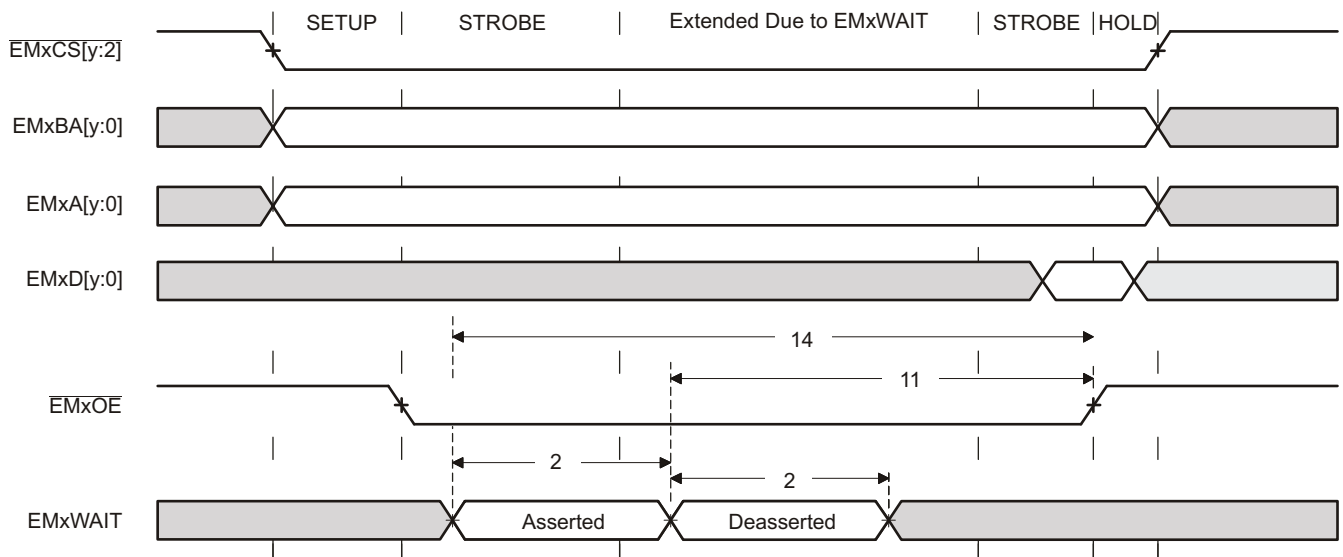
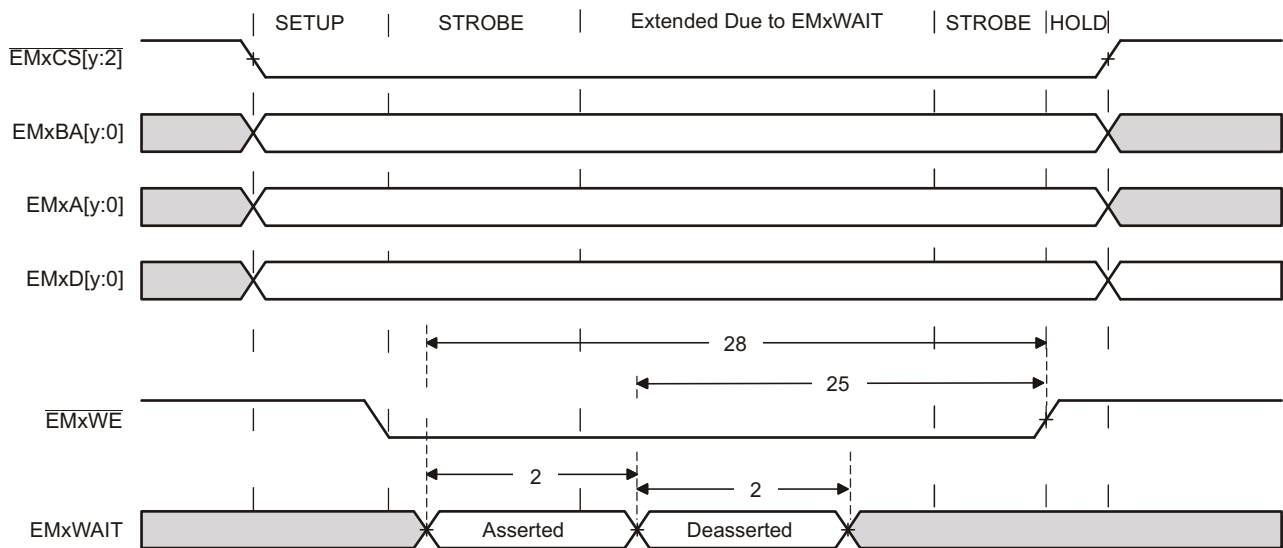

図 7-27. EMxWAIT 読み取りタイミング要件
図 7-29. EMxWAIT 書き込みタイミング要件
(1) E = EMxCLK 周期 (ns 単位)。
(2) ストロブ・フェーズの終了前のセットアップ (延長ウェイト状態が挿入されていない場合)。延長ウェイト状態を追加するためには、これにより EMxWAIT をアサートする必要があります。図 7-27 および図 7-29 に、ストロブ・フェーズ中に挿入される延長ウェイト状態を含む EMIF トランザクションを示します。ただし、この延長ウェイト時間の一部として挿入されたサイクルはカウントされません。4E という要件は、延長ウェイト・サイクルがない場合にホールド・フェーズが開始される時点に対するものです。